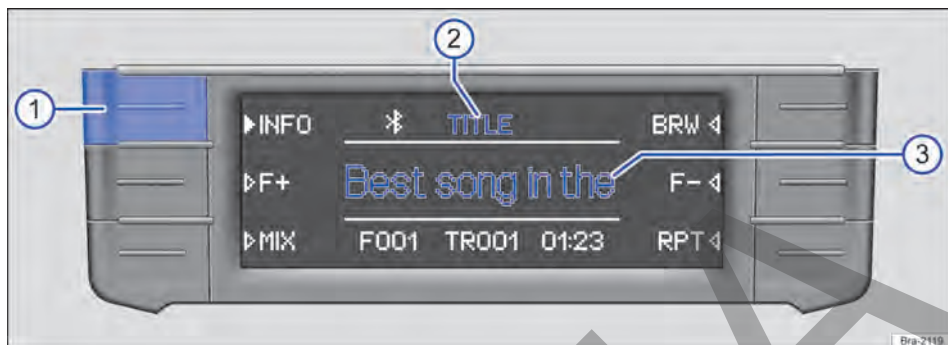

Fig. 140 Ejemplo de visualización en el modo Media: información de las pistas de un CD de MP3 que se está reproduciendo.
En los CD de audio sin texto de CD solo se muestra en la línea central del display → fig. 140 ③, TRACK y el número de la pista, según el orden de la unidad de almacenamiento de datos.
En el centro de la línea superior del display se muestra el tipo de información de la pista seleccionada, por ejemplo, TITLE → fig. 140 ②.
- Pulse brevemente la tecla de función (INFO) → fig. 140 ① para cambiar el tipo de información que se muestra de la pista.
Indicación → fig. 140 ②	Información de la pista → fig. 140 ③
Indicación → fig. 140 ② Información de la pista → fig. 140 ③